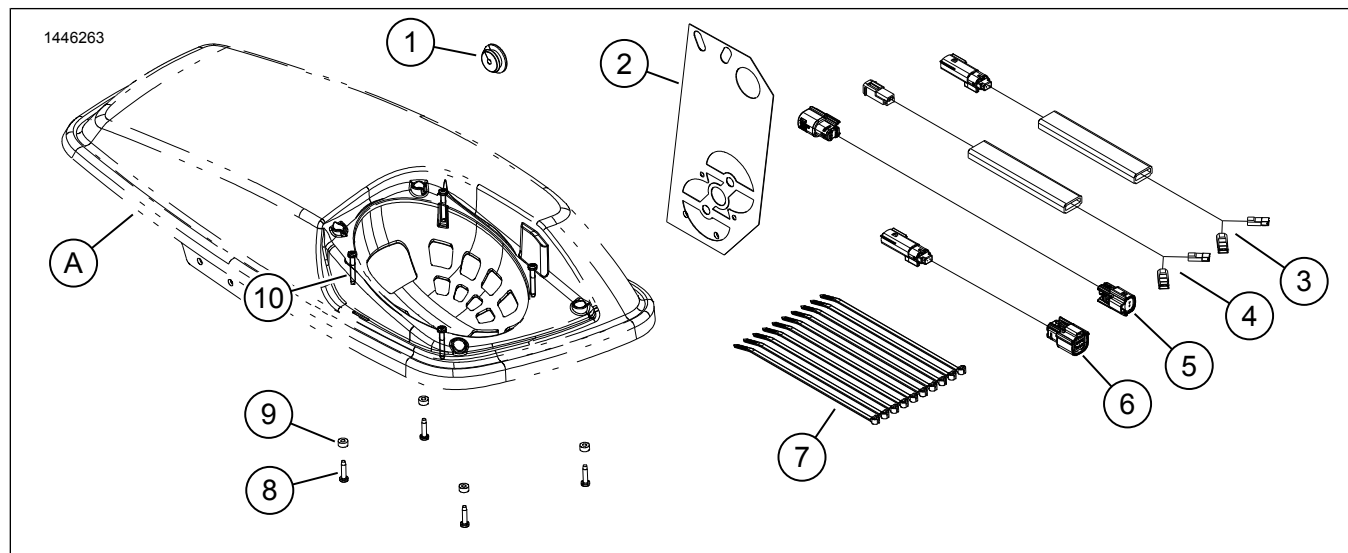

Figura 10. Piezas de repuesto, altavoces del fuselaje inferior
1. Figura 10 Use los elementos de sujeción (tornillos y arandelas aislantes) (8, 9 y 10) para instalar los altavoces.